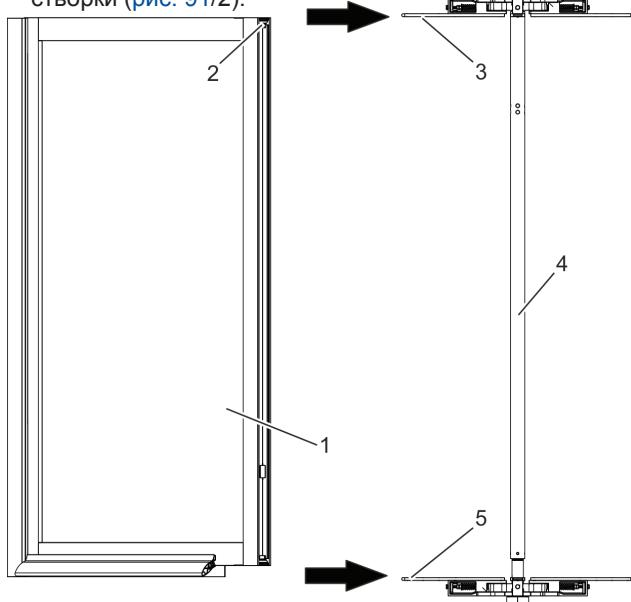

Рис. 92 Вставка створки
- Установить створку (рис. 92/1) в вертикальное положение задней стороной перед турникетом (рис. 92/4), как показано на рис. 92.
- Снять верхние вставные щетки с задней стороны (рис. 92/2) и сделать на них пометки для последующего расположения (например, левые/правые).
Аккуратно вставить створку (рис. 92/1) задней стороной в нижнюю и верхнюю крестовины (рис. 92/3 + 5) в направлении стрелки.
- Соединить верхнюю крестовину (рис. 92/3) со створкой.
- Соединить нижнюю крестовину (рис. 92/5) со створкой.
- Вставить остальные створки, как описано на этапах 1-16, и соединить их с крестовинами (рис. 92/3 + 5).